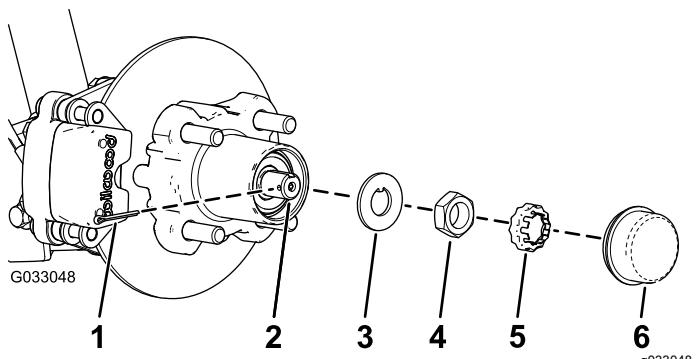
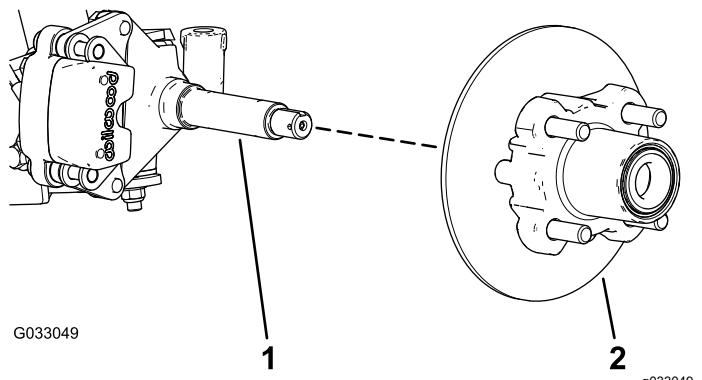

Figura 31
Figura 32
4. Retire el tapón guardapolvo del cubo (Figura 31).
- 5. Retire la chaveta y el retén del eje y la tuerca del eje (Figura 31).
- 6. Retire la tuerca del eje y separe el conjunto de cubo y rotor del eje (Figura 31 y Figura 32).